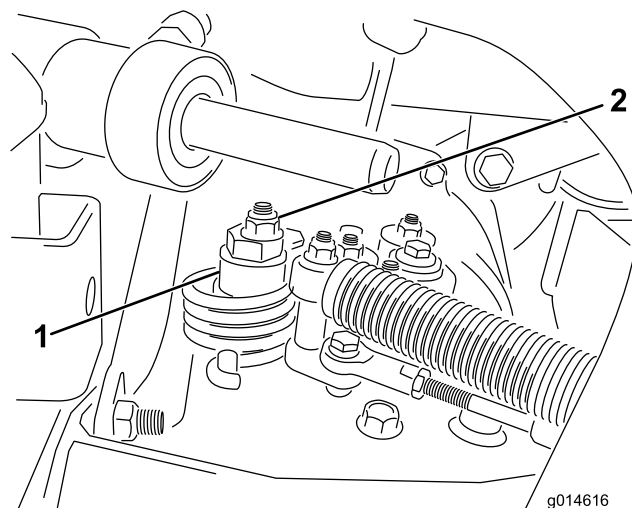

Figura 35
- A. Liberte a porca que fixa o disco excêntrico ao cimo do hidróstato (**Figura 35**).
- C. Rode o disco excêntrico até eliminar a deslocação em qualquer um dos sentidos. Quando a roda deixar de rodar, aperte a porca, bloqueando deste modo o disco excêntrico e fixando a posição de ajuste (**Figura 35**). Verifique se o ajuste é o adequado colocando o acelerador nas posições LENTO e RÁPIDO.